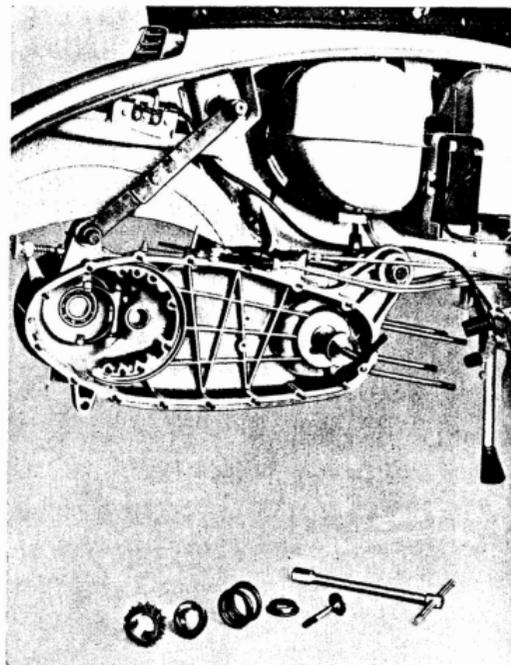

Fig. 19
- 33** Desmontar el piñón: bloquear el árbol con la herramienta número A2L.1022, montado sobre la biela, sacar el bulón de fijación (llave de 14), sacar la arandela, el muelle, el injerto corredizo y el piñón. Luego extraer el manguito con el extractor (herramienta n.º A2L.1029). Véase fig. 19.